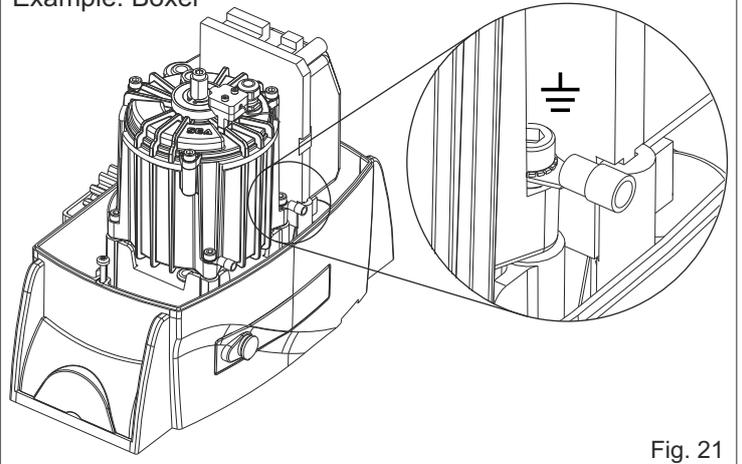
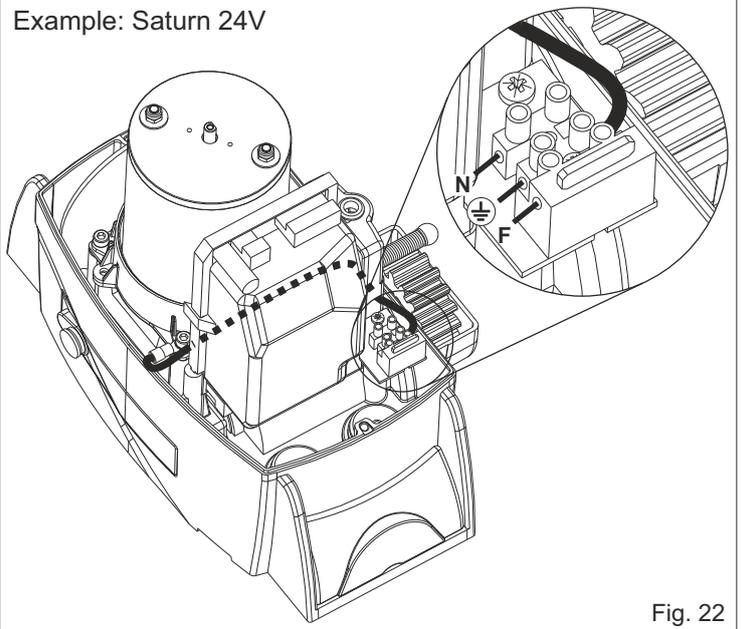

Fig. 21
Fig. 22
8. GROUNDING (Fig. 21 - Fig. 22)